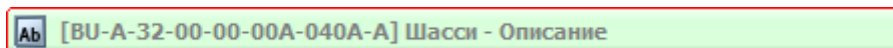

Рис. 3.1
4. Дайте модулю данных название «Шасси - Описание», введите код (Рис. 3.1).